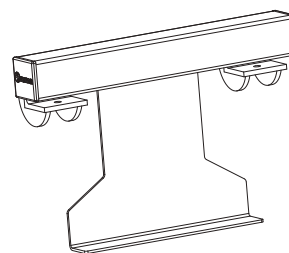
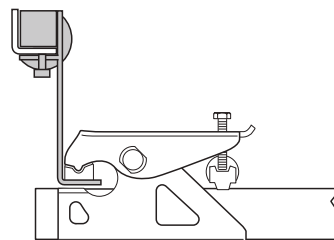

Fig. 22
Fig. 23
- Per il telaio Eriba Touring Troll, il kit adattatori Eriba Touring Troll è assolutamente indispensabile (Fig. 22) (Fig. 23).